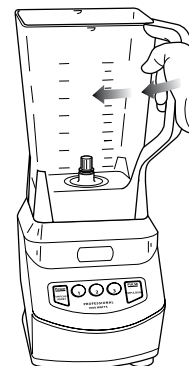

Fig. 2
- 4 Faites tourner le pichet vers la gauche aussi loin qu'il ira. Lors de la rotation, le pichet descendra et les onglets de sécurité en dessous glisseront sous les onglets de sécurité qui se trouvent sur le dessus du bloc-moteur (**Fig. 2**).